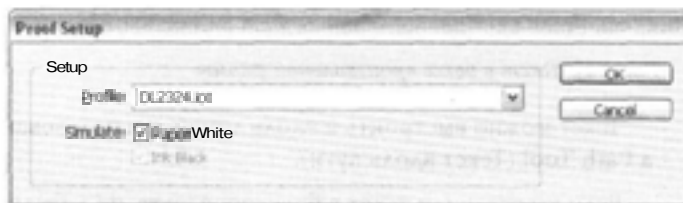

Рис. 5.44. Настройка экранной цветопробы
**InDesign** позволяет реализовать экранную цветопробу. Для этого в меню View (Просмотр) необходимо в пункте **Proof Setup** (Настройка пробы) выбрать процесс или устройство, для которого делается цветопроба. В данном случае установлен профиль полноцветного лазерного принтера **QMS-Minilta DL** (рис. 5.44). Теперь в том же меню выберите пункт **Overprint Preview**. Хотя точность такой пробы сомнительна, перед выводом на печать такой просмотр стоит сделать: грубые ошибки вы, скорее всего, заметите.